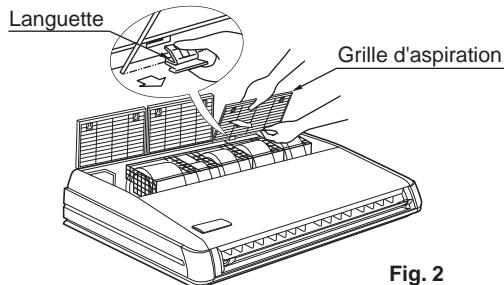

Fig. 2
- La grille d'aspiration ouverte, retirez la grille d'aspiration en la tirant vers l'avant tout en tenant ses languettes arrière (x2). (**Reportez-vous à la Fig. 2**)